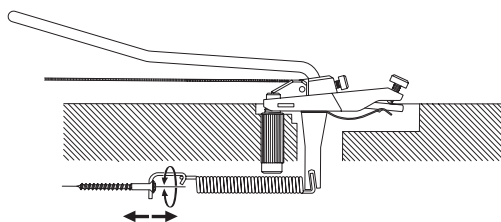
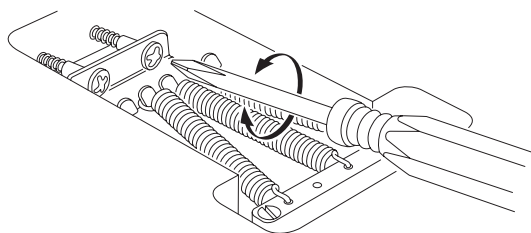

Fig. 32
Fig. 33
A locking tremolo unit is normally used in a "floating state" that allows the arm to be operated in both the downward and upward directions. The tremolo unit will operate optimally when the tension of the strings balances the tension of the tremolo springs installed inside the guitar body so that the tremolo unit is parallel with the guitar body (Fig. 32).
With the guitar tuned accurately, use a Philips (+) screwdriver to turn the tremolo spring hook screws (Fig. 33) located on the back of the guitar body. If the tremolo unit is tilted forward toward the neck, the tremolo springs are not tight enough; turn the screws clockwise to tighten the springs. Conversely, if the tremolo unit is tilted backward away from the neck, the tremolo springs are too tight; turn the screws counter-clockwise to loosen the springs.
Um eine optimale Stimmstabilität zu erzielen, sollte das Tremolo parallel zur Gitarrendecke stehen. Das Tremolo arbeitet dann optimal, wenn die Spannung der Saiten durch die Spannung der Tremolofedern im Inneren des Korpus vollständig kompensiert wird, so dass die Tremolo-einheit freischwebend parallel zur Oberfläche des Korpus steht. (Abbildung 32).
1. Öffnen Sie die Abdeckung der Federkammer mit einem Kreuzschlitzschraubendreher an der Rückseite der Gitarre (Abbildung 33).
Une unité de vibrato à verrouillage est normalement utilisée à « l'état flottant » ce qui permet d'utiliser la tige à la fois vers le bas et vers le haut. L'unité du vibrato est au maximum de ses performances lorsque la tension des cordes est équilibrée par rapport à la tension des ressorts installés à l'intérieur de la caisse de la guitare et que l'unité de vibrato est parallèle à la caisse de la guitare (Fig. 32). Une fois la guitare correctement accordée, réglez les vis d'accrochage des ressorts de vibrato (Fig. 33) situés à l'arrière de la caisse de la guitare avec un tournevis cruciforme. Si le vibrato est incliné en avant, vers le manche de la guitare, cela signifie que les ressorts de vibrato ne sont pas assez serrés, tournez les vis dans le sens des aiguilles d'une montre pour resserrer les ressorts. A l'inverse, si le vibrato est incliné vers l'arrière, les ressorts sont trop serrés, tournez les vis dans le sens inverse des aiguilles d'une montre pour détendre les ressorts.
La unidad del trémolo de bloqueo se utiliza generalmente de "forma flotante" lo que permite a la palanca ser accionada tanto hacia abajo como hacia arriba. La unidad del trémolo funcionará de forma óptima cuando la tensión de las cuerdas se equilibre con la tensión de los muelles del trémolo instalados en el interior del cuerpo de la guitarra, de forma que la unidad del trémolo quede paralela al cuerpo de la guitarra (Fig.32). Una vez afinada la guitarra con precisión, utilice un destornillador Philips (+) para girar los tornillos de enganche de los muelle del trémolo (Fig.33) situados en la parte posterior del cuerpo de la guitarra. Si la unidad del trémolo está inclinada hacia adelante en dirección al mástil, los muelles del trémolo no estarán suficientemente apretados; gire los tornillos hacia la derecha para apretar los muelles. De forma inversa, si la unidad del trémolo está inclinada hacia atrás en dirección contraria al mástil, los muelles del trémolo estarán demasiado apretados; gire los tornillos hacia la izquierda para aflojar los muelles.
Un ponte tremolo è di norma settato in modo flottante affinché la leva tremolo possa essere utilizzata nelle due direzioni (verso l'alto e verso il basso). Il ponte tremolo funziona in modo ottimale quando la tensione delle corde equilibra la tensione delle molle tremolo dietro al corpo della chitarra, cosicché l'unità tremolo risulta parallela al corpo della chitarra (fig. 32).
Con la chitarra accordata con precisione, avvalersi di un cacciavite a testa Philips (+) per girare le viti dei ganci delle molle tremolo (fig. 33) situate sul retro del corpo della chitarra. Se l'unità tremolo è inclinata in avanti verso il manico della chitarra, le molle non sono serrate a sufficienza; girare le viti verso destra per serrare le molle. Invece, se l'unità tremolo è inclinata all'indietro lontano dal manico, le molle sono troppo serrate; girare le viti verso sinistra per allentare le molle.
ロッキングトレモロは通常、アームダウン、アップの両方向が行えるフローティングの状態で使用します。弦の張力と、ギターボディ裏側に装備されたトレモロスプリングの張力の釣り合いで、トレモロ本体がおおよそギターボディと平行(Fig.32)な状態に調整することで最適なアーミングが行えます。
正確にチューニングした状態で、ギターボディ裏にあるトレモロスプリングフックのスクリュー(Fig.33)を(+)ドライバーで回します。トレモロが、ネック側に対して前方へ傾きすぎている場合は、トレモロスプリングの力が弱いため、スクリューを時計方向に回してスプリングを張ります。反対に、トレモロがネック側に対して後方へ傾きすぎている場合は、スプリングの力が強すぎますので、スクリューを反時計方向に回してスプリングを緩めます。